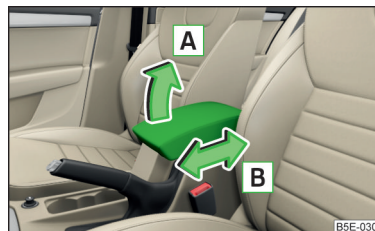

Abb. 65
- Zur **Höheneinstellung** die Armlehne in Pfeilrichtung  in eine der vier Raststellungen anheben » Abb. 65.